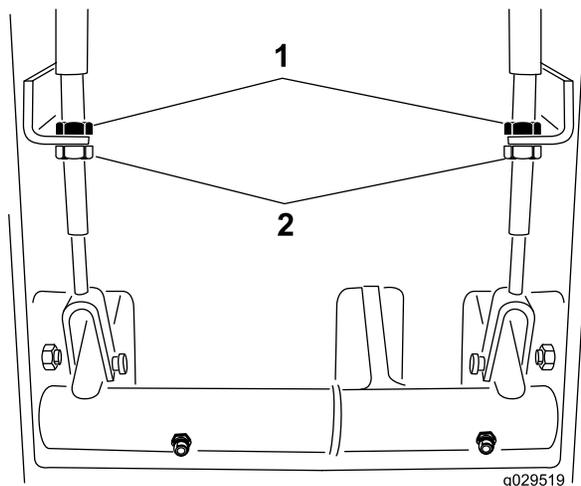

Bild 74
2. Ziehen Sie zum Reduzieren des Spiels der Bremspedale die Bremsen fester; lockern Sie dazu die vorderen Klemmmuttern am Gewindeende des Bremszugs (Bild 74).